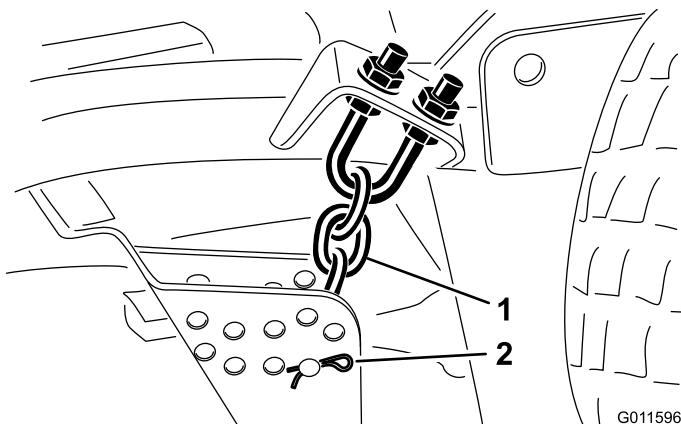

Bild 3
1. Entfernen Sie den Splint und den Lastösenbolzen, mit denen die Schnitthöhenkette an der Rückseite des Mähwerks befestigt ist (Bild 3). Bewahren Sie die Splinte und Lastösenbolzen für den Einbau im neuen Frontmähwerk auf.